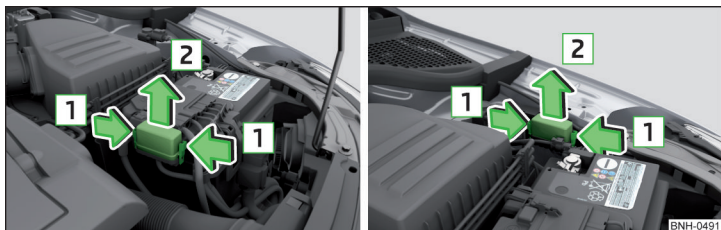

Fig. 159 Bateria autovehiculului: Capacul panoului de siguranțe - varianta 1/varianta 2
- În același timp, comprimați tastele de blocare în sensul săgeții **1** » fig. 159.